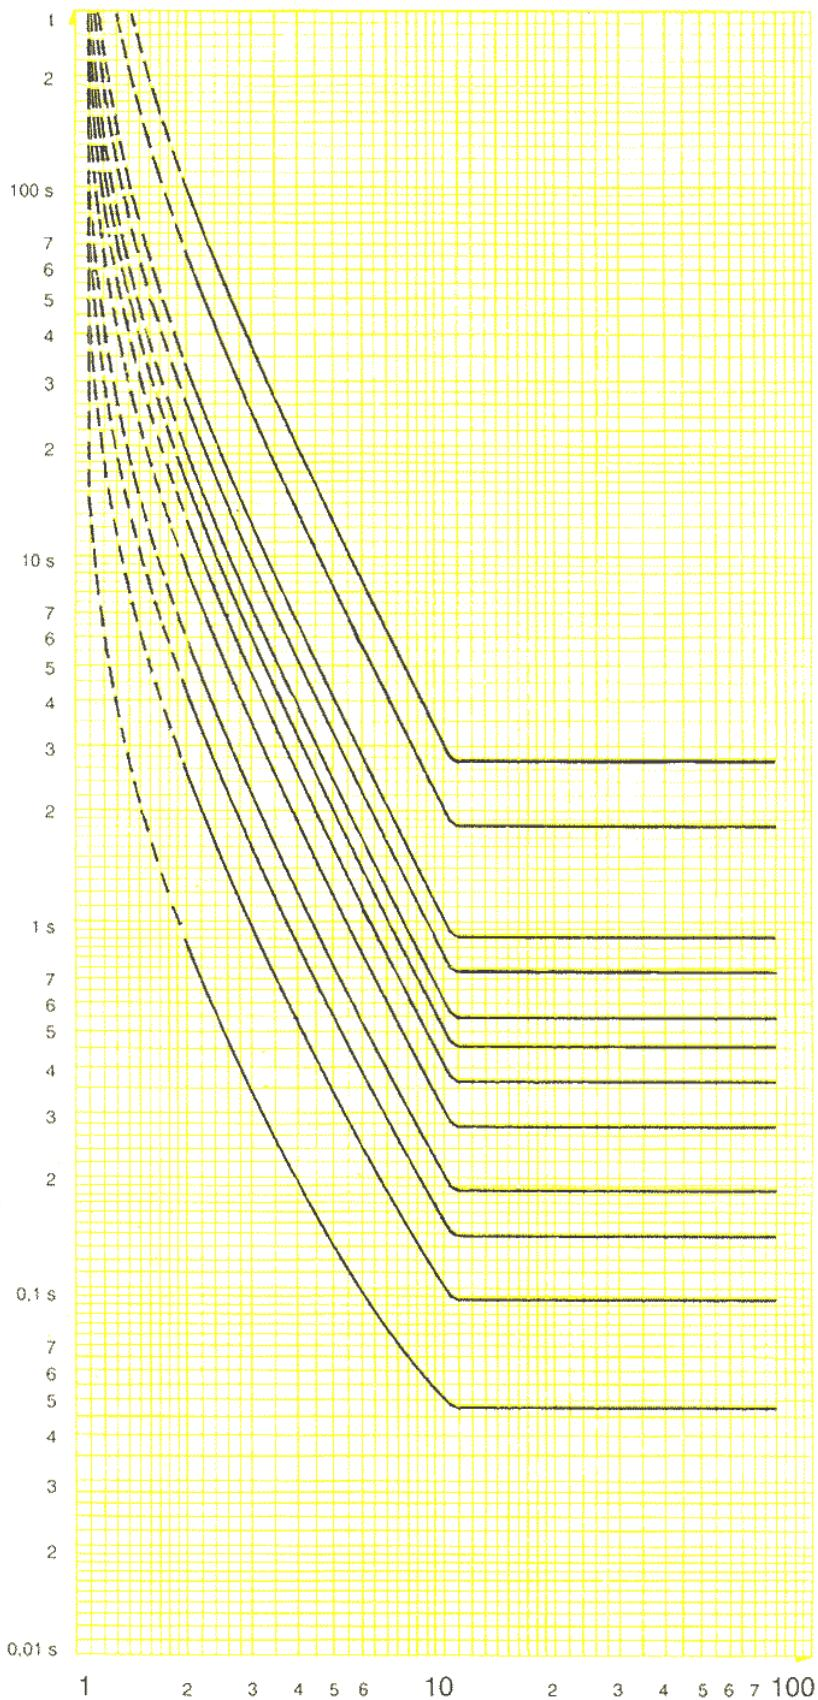

Fig. 4 : ITV7466 - Courbes à temps extrêmement inverse type C - CEI 255-4 pour 100% $U_{n\cdot}$
- Courbe extrêmement inverse, type C de la norme CEI 255-4 (voir figure 4)	où $t = \text{valeur du réglage sur face avant du relais}$
- Extremely inverse, type C of IEC 255-4 (see fig. 4)	where t - setting on the relay faceplate